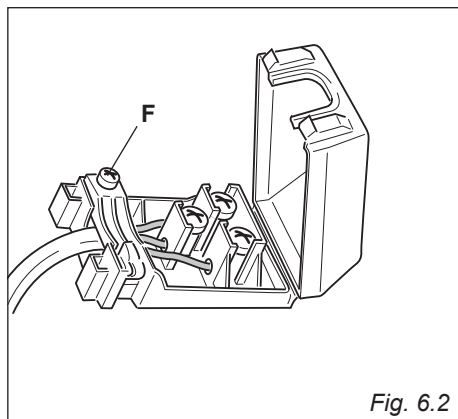

Fig. 6.2
- Öppna avlastningen genom att skruva ut skruven "F" (Fig. 6.2). Skruvarna i kopplingsplinten skruvas ut.